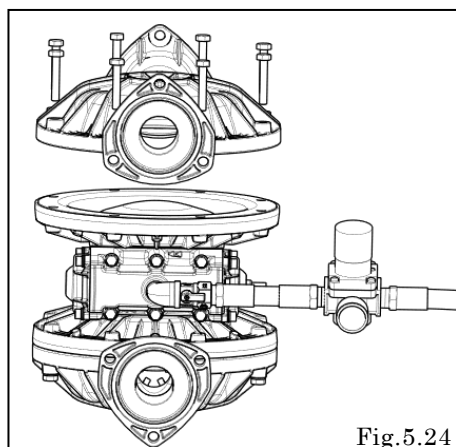

Fig.5.24
- ・ エアを供給したままでもう一つのアウトチャンバーを取り付ける。〔Fig.5.24〕